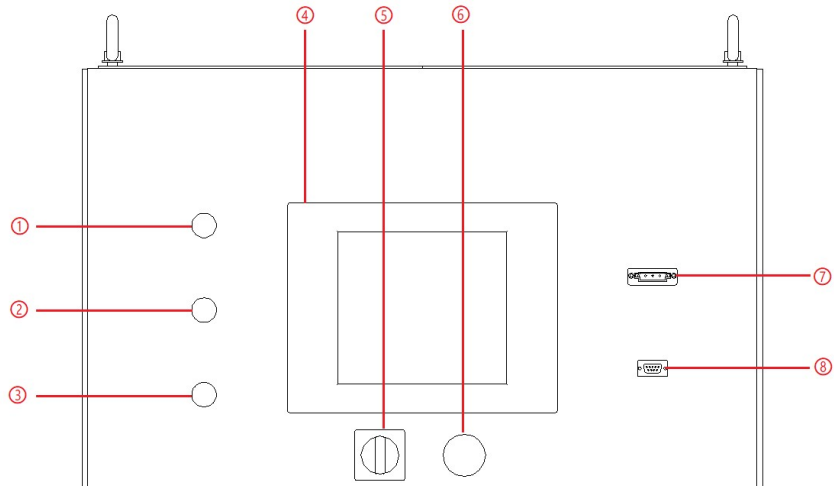

图 1-2 前面板
此触摸屏（图1-2④）为电阻屏，通过压力传感工作，反应灵敏度好。支持任意物品（如触笔或指甲）触摸输入。